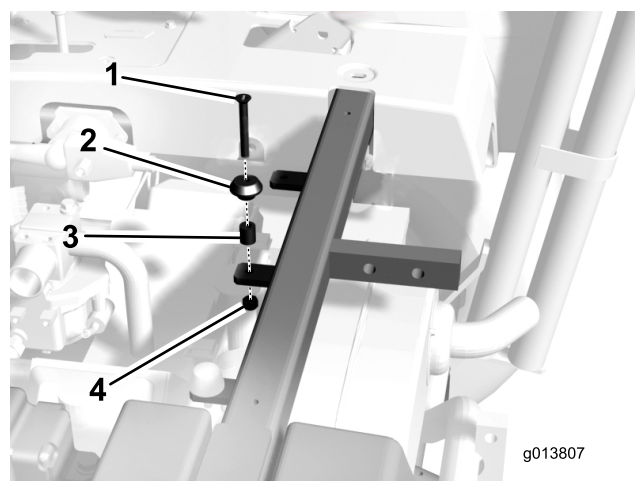

Figura 6
9. Retire o parafuso, espaçador e porca que prende o poste do assento à estrutura de suporte (Figura 6).